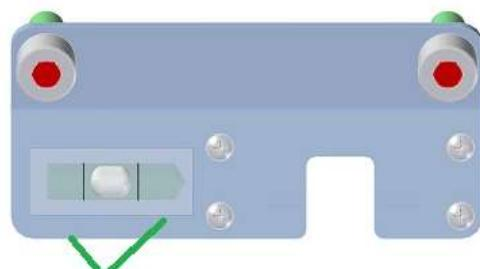

Fig. 3: Ajuste de la posición por medio del nivel de burbuja
- La orientación vertical de la varilla pendular se ajusta con los tornillos de posicionamiento de manera que la burbuja quede centrada en el nivel (ver Fig. 3).